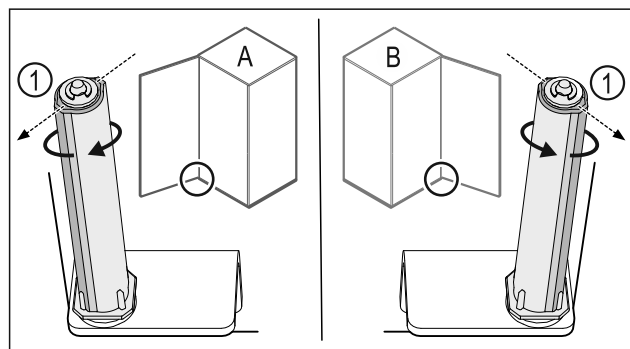

Fig. 32 Linksanschlag (A) / Rechtsanschlag (B)
- Schließsystem gegen den Widerstand drehen, bis der Steg des Schließsystems Fig. 32 (1) nach außen zeigt.